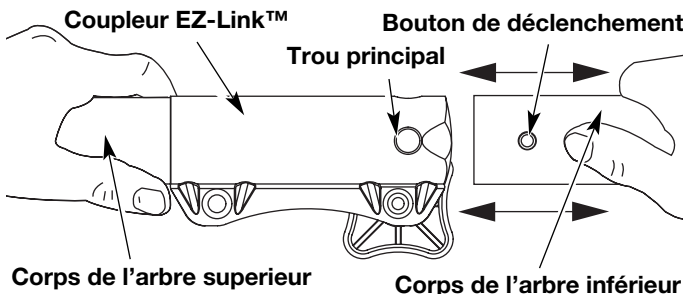

Fig. 12
3. Tenez fermement le corps de l'arbre supérieur et retirez l'accessoire de coupe ou autre du coupleur EZ-LinkMC (Fig. 12).
2. Tenez fermement l'accessoire et enfoncez-le tout droit dans le coupleur EZ-LinkMC (Fig. 12).
**MISE EN GARDE:** verrouillez le bouton de déclenchement dans le trou principal (Fig. 12) et vissez bien le bouton avant de faire marcher l'appareil.